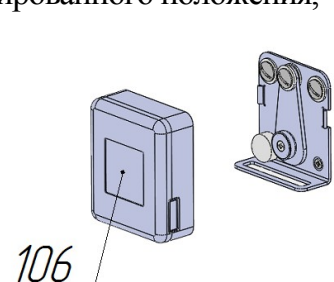
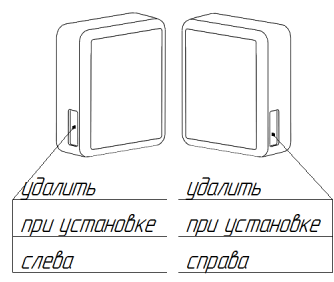

Рис.11.1
Рис.11.2
16. Опробовать работу механизма после сборки изделия. Поднять раму кровати в вертикальное положение, нажать на раму в области механизма фиксации поз.105 до щелчка. Механизм должен защёлкнуться и надёжно удерживать раму в этом положении. При повторном нажатии до упора в области расположения механизма поз.105, рама должна перейти в приоткрытое положение. В случае отсутствия срабатывания механизма, проверить правильность стыковки узла, присоединённого к раме и узла, присоединённого к коробу. Проверить и при необходимости повторить регулировки в соответствии с п.8 и п.13 данной инструкции. Повторить проверку работоспособности. После успешного завершения регулировок нажатием удалить заглушку бокового отверстия на кожухе поз.106 с надписью «правый», если механизм фиксации поз.105 установлен на правой боковине короба (рис.11.2). Соответственно, удалить заглушку с надписью «левый», если механизм на левой боковине короба. Надеть на механизм фиксации поз.105 кожух поз.106 (рис.11.1). Вращением отрегулировать положение магнита поз.127 до обеспечения уверенной фиксации рамы в вертикальном положении (рис. 1.2.2).